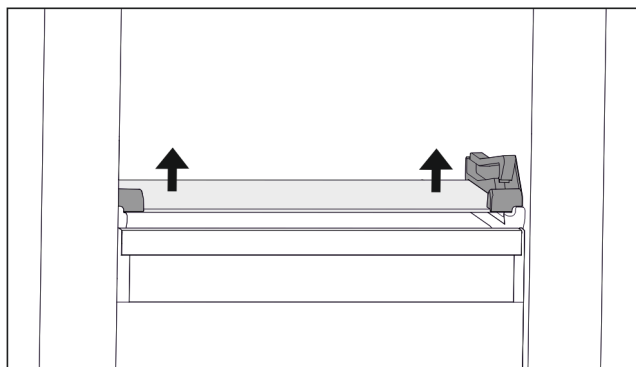

Fig. 92 Стъклена плоча на наклонящото се чекмедже
- ▶ Натиснете стъклената плоча от долу нагоре от двете страни. (виж Fig. 92)